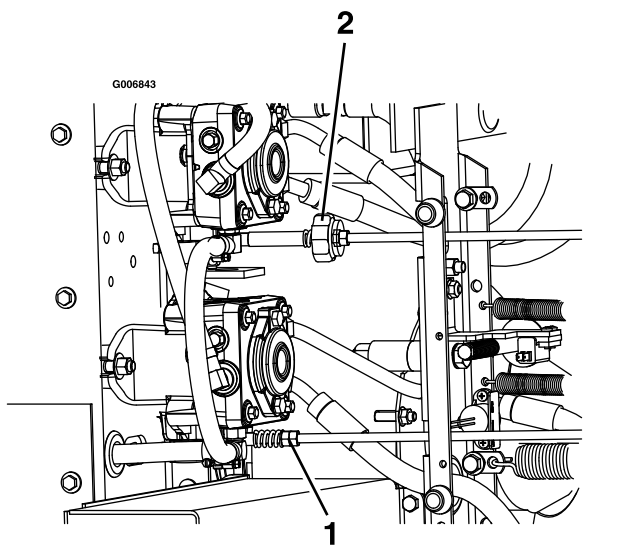

Figura 66
9. Para obter a posição de PONTO MORTO, ajuste as ligações esquerda e direita da barra de controlo da bomba que ligam o controlo de direção aos braços de controlo da bomba até que as rodas parem ou deslizem ligeiramente para trás (Figura 66).
11. Ajuste a ligação direita da bomba utilizando uma chave para rodar as porcas duplas no conjunto (Figura 66).